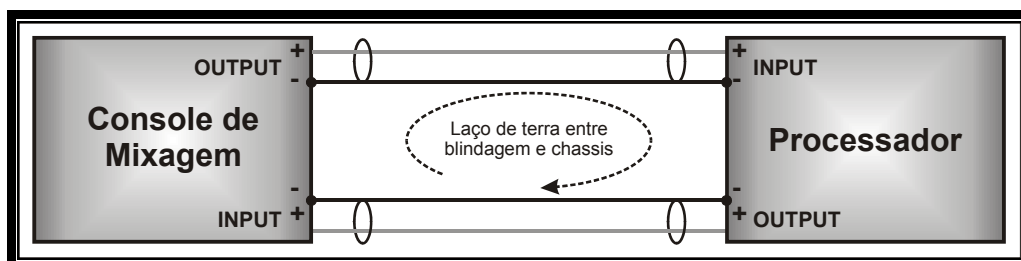

Figura 23 – Laços de Terra Entre Mixers e Processadores
- um outro caso bem comum de geração de laços de terra é a ligação de um processador de efeito ou outro processador de áudio qualquer em uma mandada com retorno. Este fato acontece porque o terra novamente é comum à console de mixagem e ao processador, assim o laço está formado. A redução dos ruídos gerados por este elo ou a extinção total pode ser feita utilizando-se cabos quanto mais curto possível. A figura 23 exemplifica esta situação.